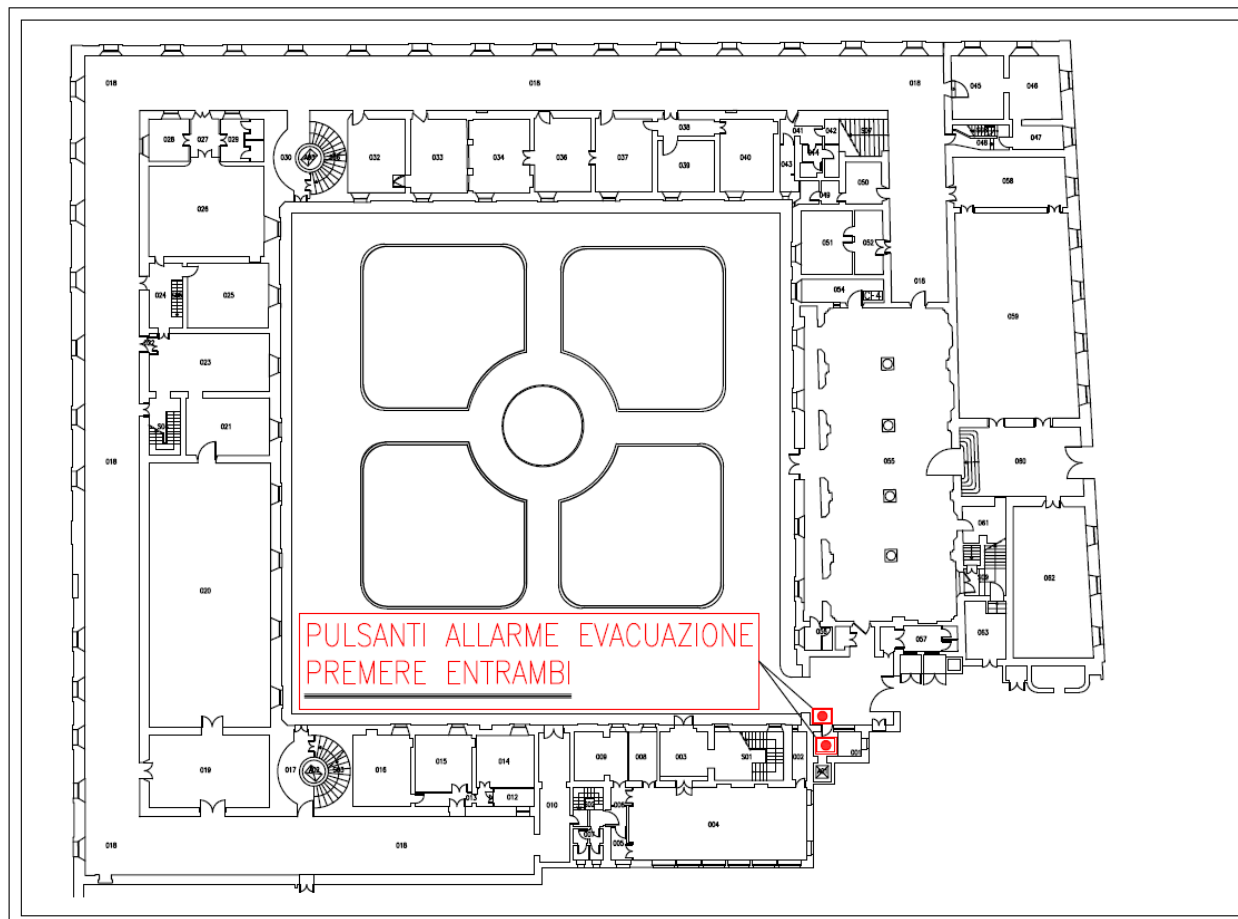

Figura 2. Planimetria impianti gestione emergenze – PULVANTI EVACUAZIONE PLESSO
- effettua la chiamata ai **Vigili del Fuoco (115)** e se necessario **dell'autoambulanza (118)**;
- ordina l'evacuazione dell'edificio (suono targhe ottico/acustiche e della sirena) azionando i pulsanti preposti presenti presso la guardiola al piano terra (vedi p.to 3.3 – Figura 2);